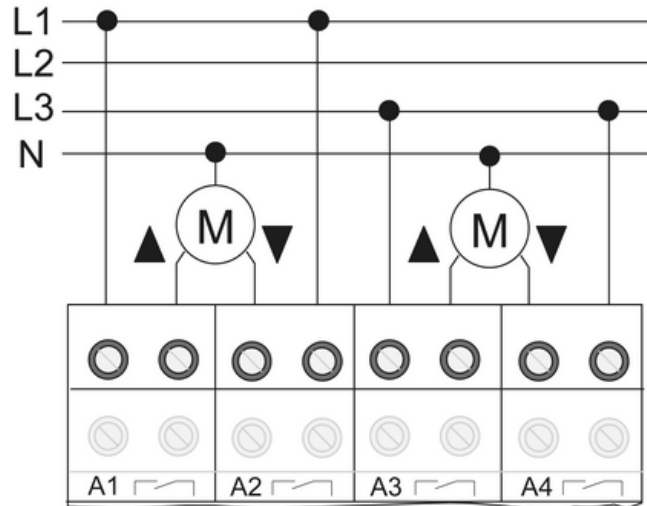

Figura 5: Esempio di collegamento motori veneziana
- Collegare i motori veneziana (figura 5).